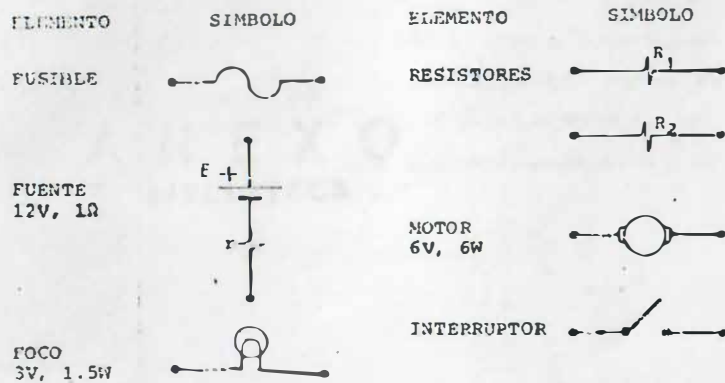

FIGURA P4.9
4.9 Con los elementos mostrados en la figura P4.9 se desea construir un circuito con el cual se logre el funcionamiento del motor y el foco a voltaje y potencia nominales. El fusible se funde y abre el circuito cuando se excede su corriente especificada y debe proteger al foco y al motor. El foco debe encenderse sólo cuando el motor está funcionando y apagarse cuando el motor se daña (circuito abierto o corto circuito). Dibuje el diagrama del circuito eléctrico necesario y calcule los valores de resistencia y potencia de los resistores  $R_1$  y  $R_2$ . ¿Para qué corriente debe ser el fusible?